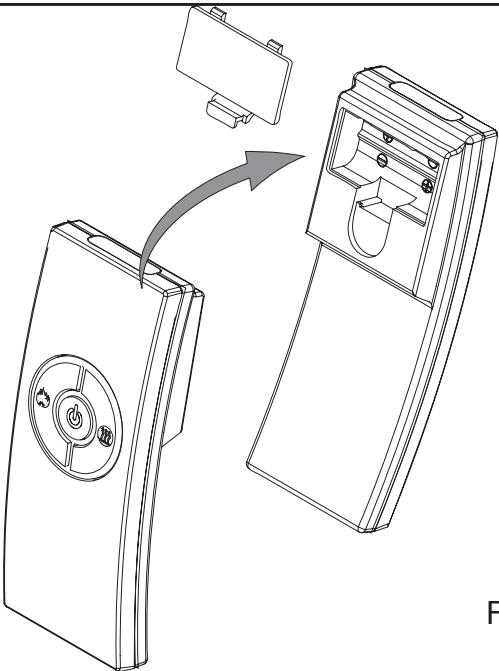

Fig.7
Op het bedieningspaneel moet schakelaar 'A' (zie Afb. 2) ingesteld zijn op de 'AAN' (I) stand zodat de afstandsbediening werkt. De afstandsbediening is voorzien van drie toetsen. (Zie Afb. 7) Voor de juiste werking moet de afstandsbediening gericht worden op de warmte-uitlaat. (Zie Afb. 12. De afstandsbediening functies zijn als volgt: